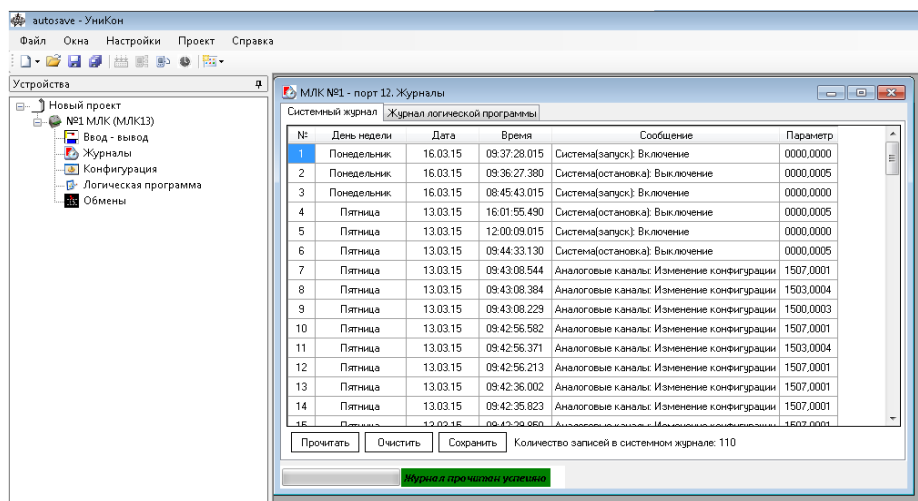

Рисунок 3.5 – Окно «Журналы», «Системный журнал» контроллера в «УниКоне»
**3.3.1** Системный журнал (рисунок 3.5) регистрирует сообщения работы системы (изменение уставок, конфигурацию портов связи, конфигурацию запросов и т.д.).